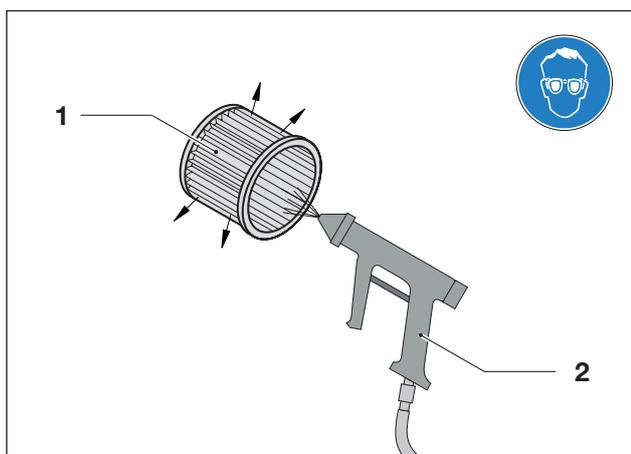
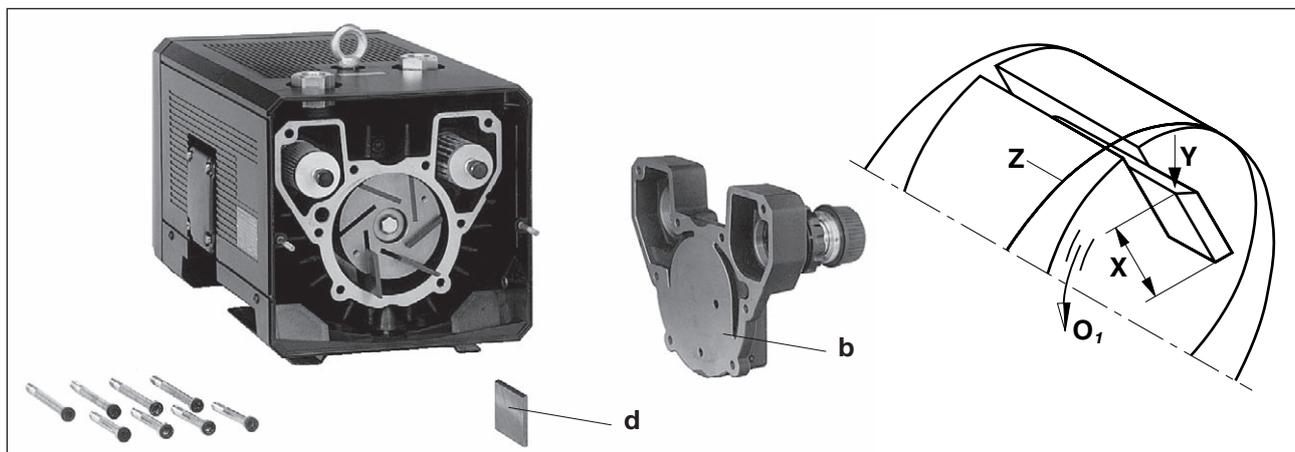

Fig. 6 Soplado del cartucho filtrante
Fig. 7 Cambio de laminillas
V-KTN (01) - (09): Desatornillar la rejilla de salida (fig. 6/G). Desenroscar la tapa (fig. 7/b) de la carcasa. Retirar las laminillas (fig. 7/d) para la comprobación. Todas las laminillas deben tener una altura mínima (fig. 7/X):
Soplar la carcasa y las ranuras del rotor. Colocar las laminillas en las ranuras del rotor. Al colocarlas asegurarse de que el lado sesgado (fig. 7/Y) de las laminillas esté orientado hacia fuera y que coincida en el sentido de giro (fig. 7/O₁) con el recorrido del taladro de la carcasa (fig. 7/Z). Atornillar la tapa de la carcasa (fig. 7/b) y la rejilla de salida (fig. 6/G). Antes de la puesta en marcha comprobar si las laminillas se mueven libremente girando el ventilador; para ello retirar la rejilla de aspiración (fig. 2/G₁) o la cubierta protectora (fig. 3/G₂).